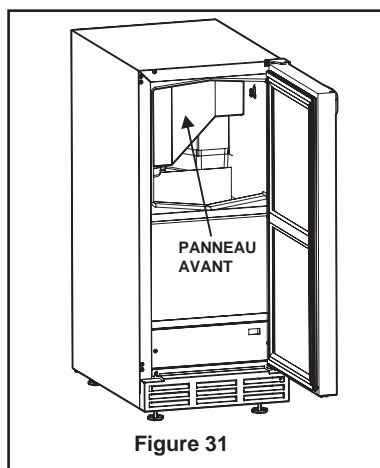

Figure 31
- 3 Retirez le panneau avant à l'intérieur (Figure 31).